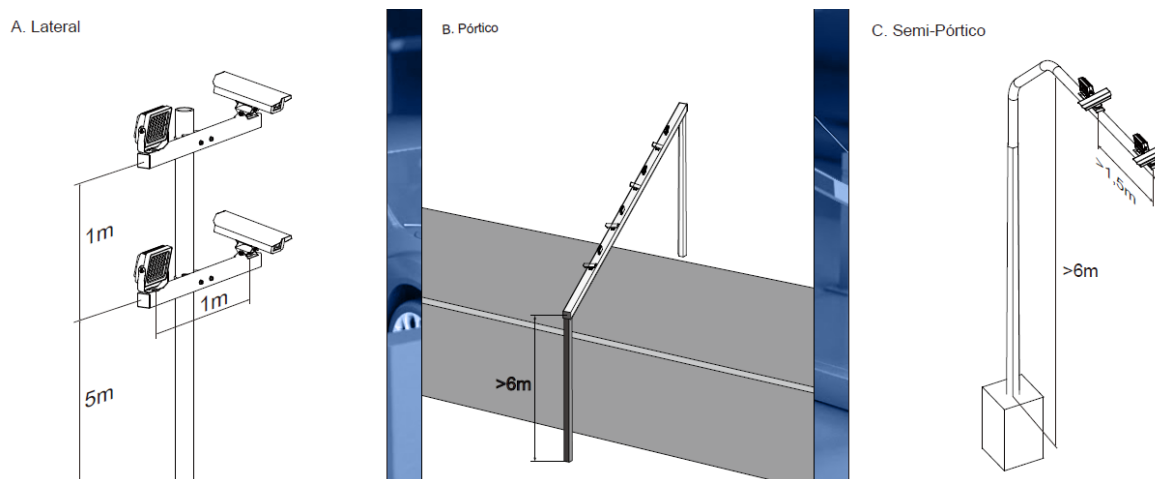

Figura 03 – Exemplos de posicionamento físico
- O iluminador infravermelho deve estar fixado com distância da lente da câmera de no mínimo 1 metro, tanto em fixação do tipo lateral, pórtico ou semi-pórtico. Veja figura 03.